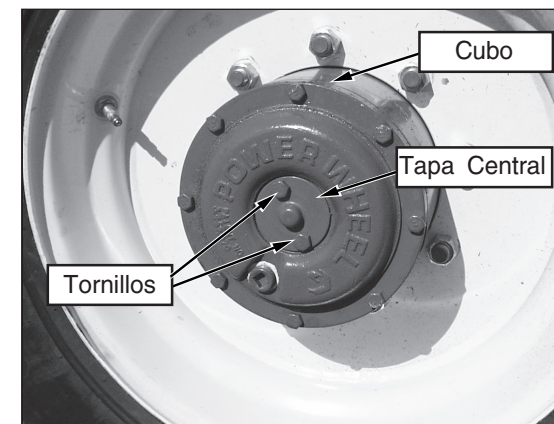

Figura 7: Cubo (posición de operación mostrada)
2. Ver figura 7 y desajustar los cuatro cubos. Quitar dos tornillos y centrar la tapa. Reinstalar la tapa central en dirección opuesta.